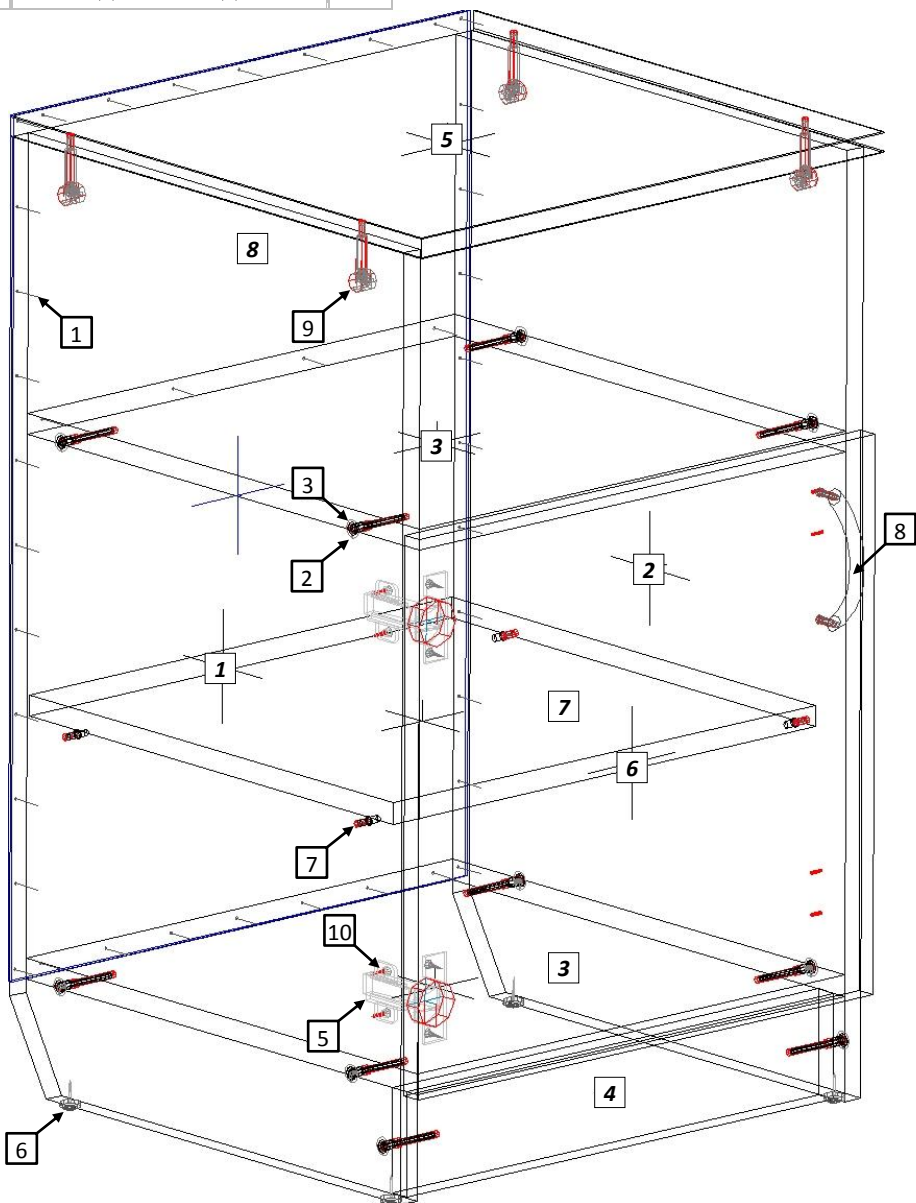

Рис. 1
- 4.1 Внимательно ознакомьтесь со схемой сборки, изображённой на рис. 1, сверяясь с комплектующей ведомостью на изделии. Согласно позициям на схеме и комплект. ведомости определите расположение деталей в изделии и порядок их сборки. Сборка производится на ровном полу, укрытом материалом, предотвращающим повреждение покрытия пола и деталей мебели. Подготовьте необходимые для сборки инструменты – плоскую и крестовую отвёртки, молоток, рулетку или линейку.
- 4.3 Евровинтами (2), как показано на рис. 1, соедините вертикал. ст. [1, 2] с горизонт. стенками [3] и цоколем [4]. Установите крышку. Затяжка соединения производится путём поворота эксцентриков до упора в направлении стрелки, выштампованной на корпусе стяжки. Гвоздями (1) закрепите зад. стенку ДВПО [8]. Головки евровинтов (2) закройте заглушками (3).